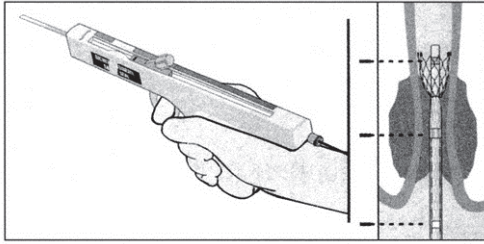
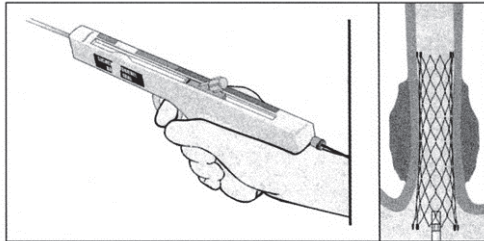

図9-1
図9-2
- \*\* (13) ピストルグリップのトリガ―を術者に向かって引くことにより、トリガ―とともにアウターシースが引かれて、ステントがリリースされる。3-4回完全にトリガ―を引くとステントのリリースが開始される。
- (14) さらにトリガーを2回引くと（これでステントが約1cm展開される）、ステントのディスタルマーカ（X線不透過）が離れていくことが確認できる。ステントの遠位側（解剖学的構造上は近位側）が胆管内で、しっかりとアンカリングされるまで、数秒待った後（図9-1参照）、さらにトリガーを引いて、ステントを完全に展開させる（図9-2参照）。